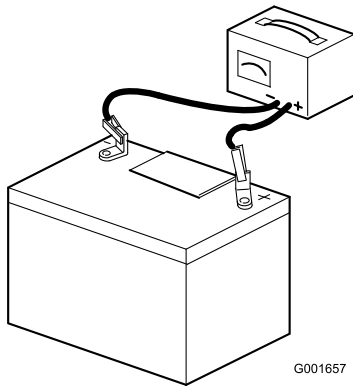

Bild 33
- Schließen Sie ein 3- bis 4-A-Ladegerät an die Batteriepole an (Bild 33). Laden Sie die Batterie bei